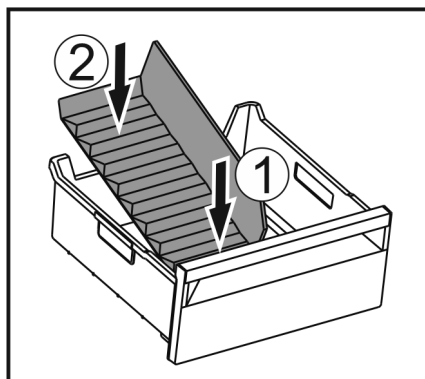

Fig. 148
- ▶ Umetnite prednji dio pregrade ladice za led. Fig. 148 (1)
- ▶ Spustite stražnji dio pregrade ladice za led do dna ladice. Fig. 148 (2)